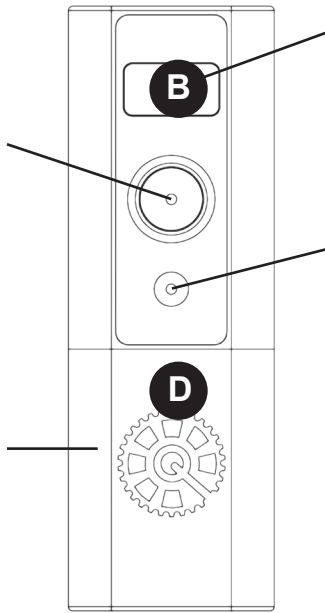

Fig.11
La télécommande (5) est alimentée par deux piles 'AA' 1.5V, pour les installer, faites glisser le boîtier (Fig. 10.D) de la télécommande comme indiqué sur la Fig. 11. Assurez-vous que seules des piles étanches sont utilisées. Consultez les autorités locales pour connaître les modalités d'élimination des piles usagées. Retirez les piles du combiné pendant les longues périodes d'inactivité.